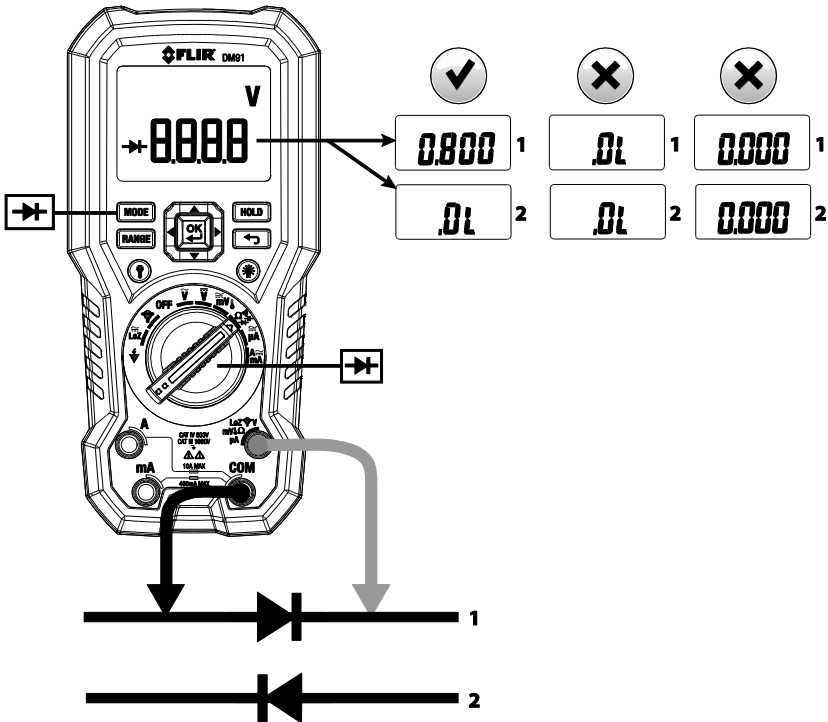

图 5-3 典型二极管测量
4. 在两极(方向)依次触摸跨接被测二极管或半导体结的探针尖端(如图 5-3 所示)。
5. 如果在一个方向读数介于 0.400 和 0.800V 之间，而在相反方向过载 (OL)，则表明组件良好。如果在双向测量值均为 0V（短路）或者过载（断路），则表明组件发生故障。